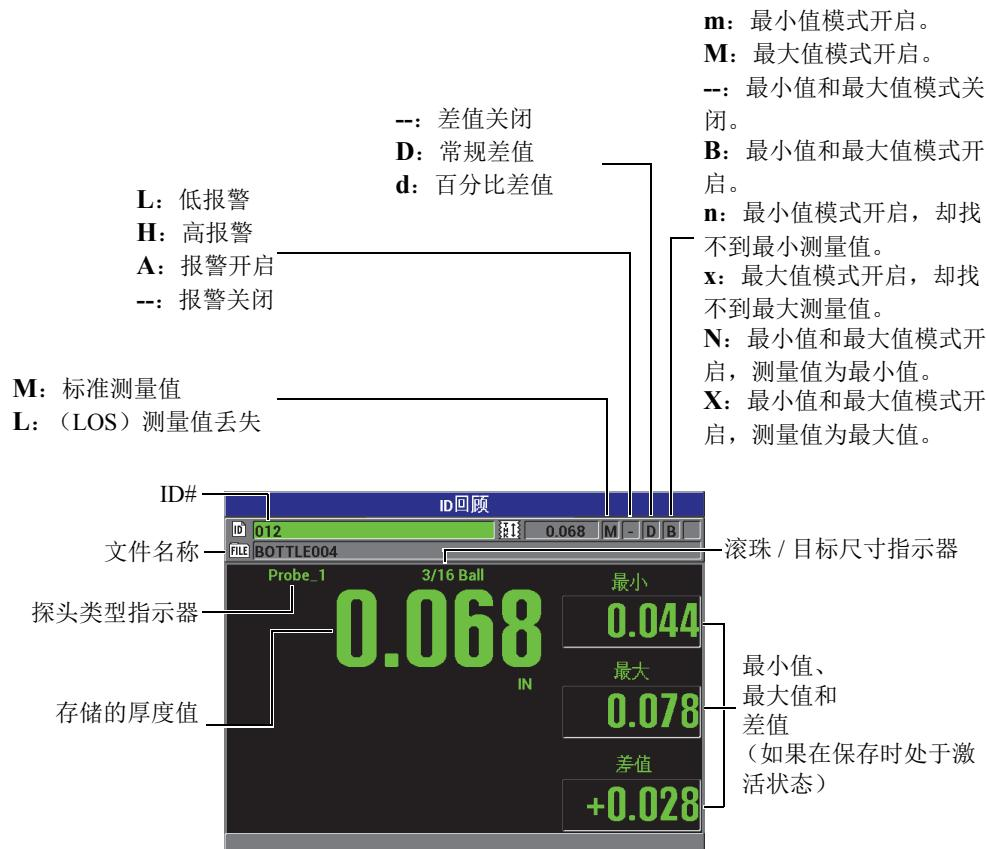

图 7-15 ID 回顾屏幕
第120页的图7-15为一个ID回顾屏幕的示例，并对示例中的内容进行介绍。这些标志与仪器使用发送指令时所传输的状态词的单字母缩写相同。
2. 仪器显示测量屏幕时，按 [标识码] 键，打开 ID 回顾屏幕（参见第 120 页的图 7-15）：